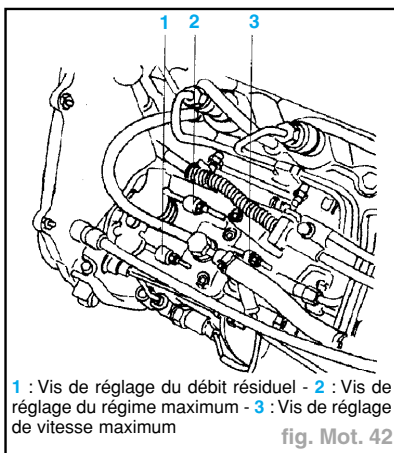

fig. Mot. 42
- Le réglage du régime maximum s'effectuera uniquement à l'aide de la vis (2) (fig. Mot. 42).
- La vis (3) sert à régler le débit de carburant : elle ne devra pas être manipulée, sauf dans les ateliers agréés, sous peine de perdre le bénéficiaire de la garantie.